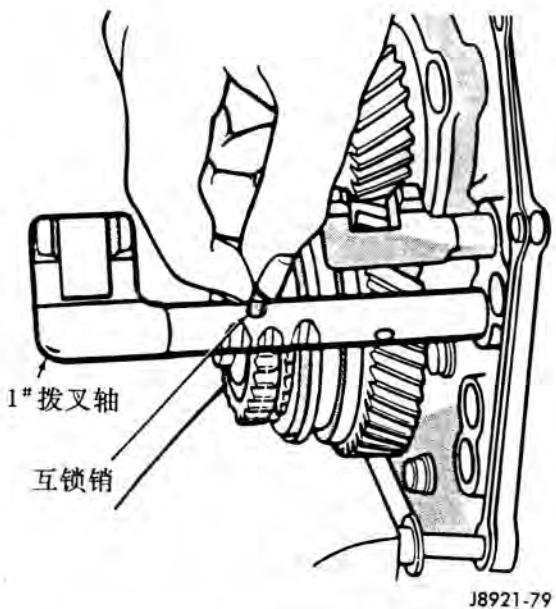

图 79 在 1# 拨叉轴上安装互锁销
(7) 把小一点直径的互锁销安装到 1# 拨叉轴上(图 79)。